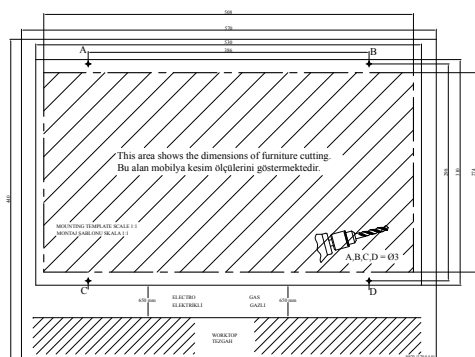

Рис. 1
- С помощью сверла А, В, С, D с диаметром биты 4 мм просверлите отверстия, указанные на шаблоне. (Рис. 1)